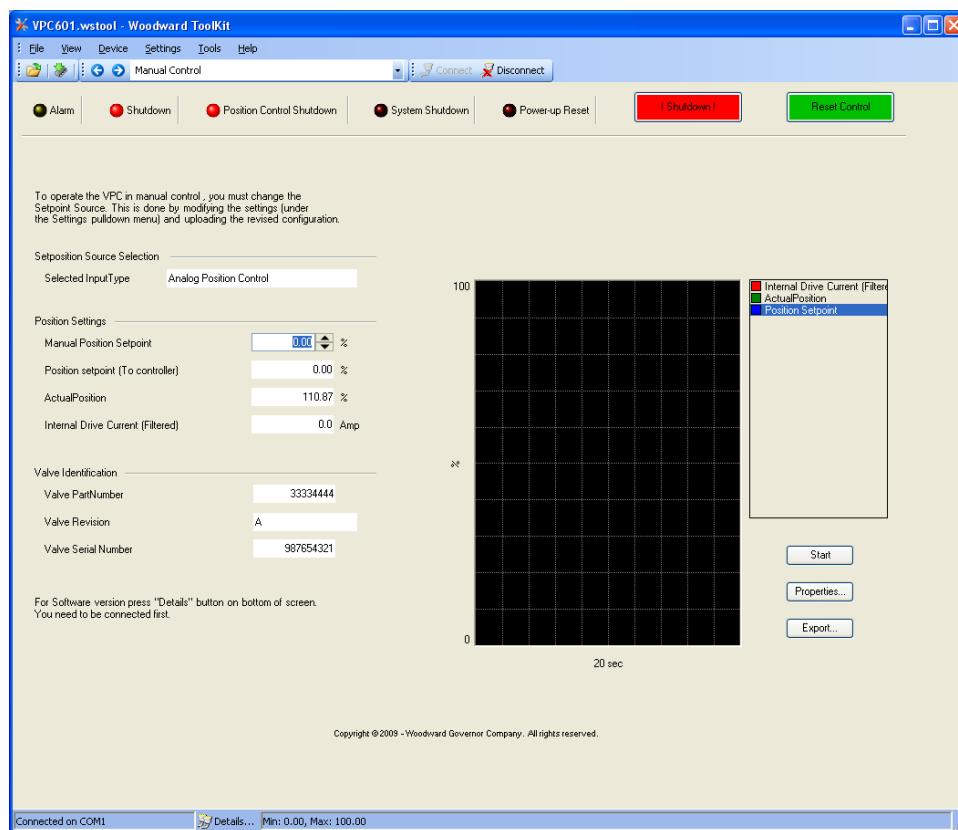

图 4-9. 手动控制页面
**Manual Control**—显示手动拉阀模式（图4-9）。
在初次调试期间或进行故障排除时，将使用“手动控制”页面来确认GS16的运行。该页面还可以用于监视系统响应位置设定值，阀门位置，电动机电流水平和阀门识别变化的能力（图4-9）。